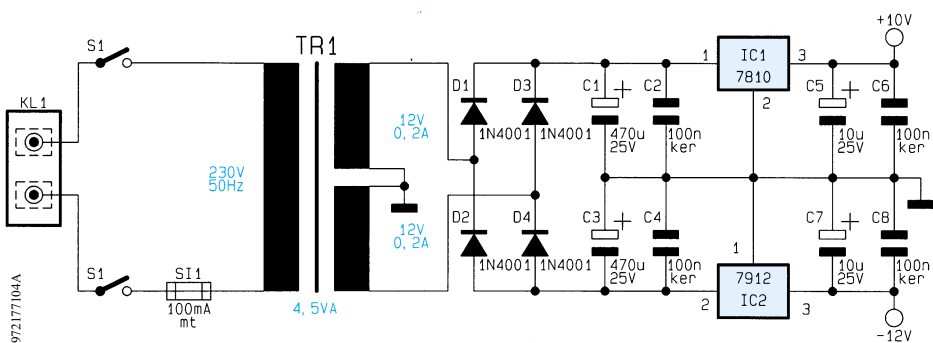

Bild 4: Schaltbild des Netzteils
- Bild 4: Netzteil
Netzteil (Bild 4)
Das sehr einfach gehaltene Netzteil des SV 7000 ist in Abbildung 4 dargestellt. Die von der 2poligen Schraubklemme KL 1 kommende 230V-Netzwechselspannung gelangt über den 2poligen Netzschalter S 1 und die Schmelzsicherung SI 1 auf die Primärwicklung des Netztransformators.